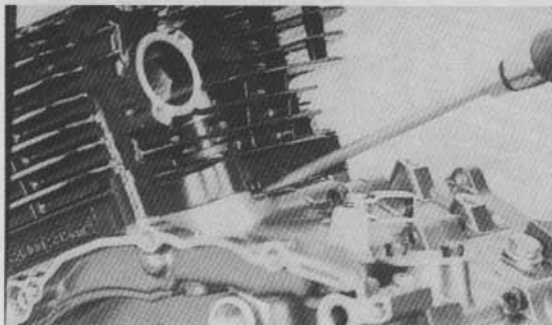

Bild 149
- Falls festgebacken, Zylinder an den in Bild 149 gezeigten Montagenasen vorn und hinten vorsichtig loshebeln.